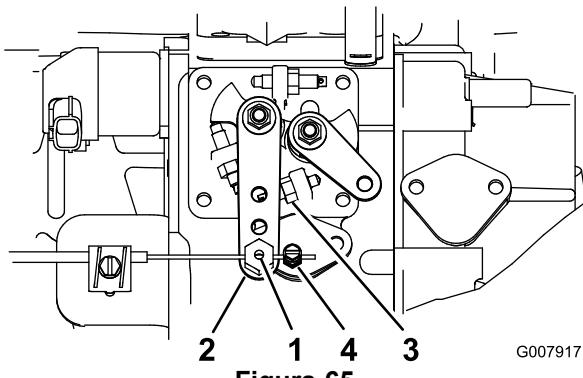

Figura 65
- Allentate il raccordo del cavo dell'acceleratore, sul cavo dell'acceleratore, vicino alla leva della pompa di iniezione (Figura 65).
- Tenete il braccio della leva della pompa di iniezione contro il fermo della minima superiore (Figura 65).